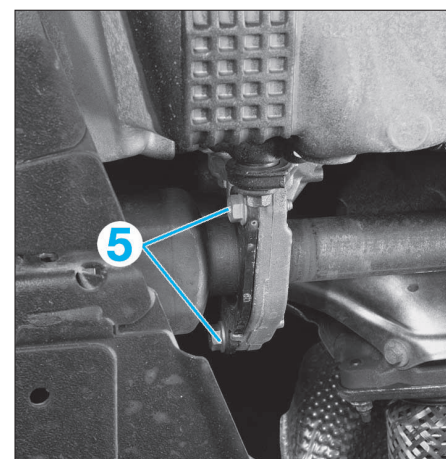

FIG. 2
- l'écrou de la rotule de direction (2) et désaccoupler la rotule du pivot à l'aide d'un arrache-rotule approprié (Renault Tav. 476).
- l'écrou de la rotule supérieure gauche de la biellette de renvoi de barre stabilisatrice (3),
- les boulons (4) de fixation inférieure de l'amortisseur.
- déposer les vis de fixation (5) puis la bride du palier relais (Fig.2) (boîte JH3 et JR5).